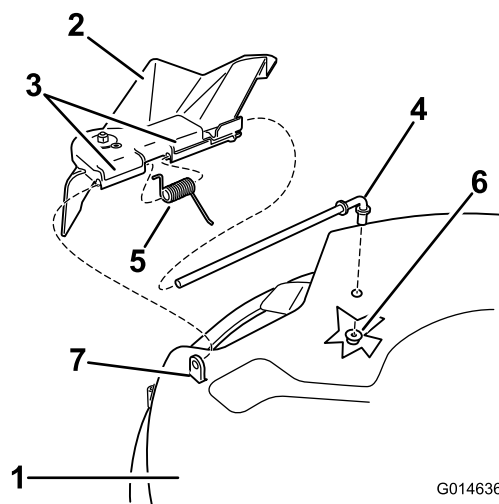
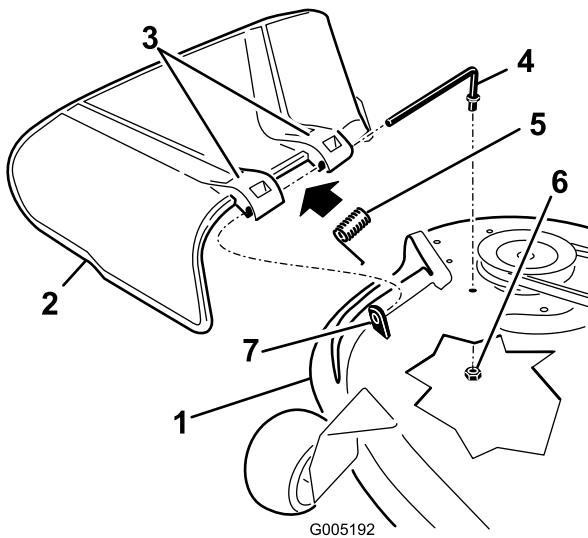

Figure 72
Figure 73
1. Retirez l'écrou ($\frac{3}{8}$ ") de la tige, sous le plateau de coupe (Figure 72 et Figure 73).
2. Sortez la tige de la courte cheville de positionnement, du ressort et du déflecteur d'herbe (Figure 72 et Figure 73).
4. Remettez en place le déflecteur d'herbe (Figure 72 et Figure 73).
7. Insérez la tige dans le deuxième support du déflecteur d'herbe (Figure 72 et Figure 73).
9. Fixez l'extrémité arrière de la tige dans le plateau de coupe à l'aide d'un écrou (3/8"), comme montré à la Figure 72 et la Figure 73.